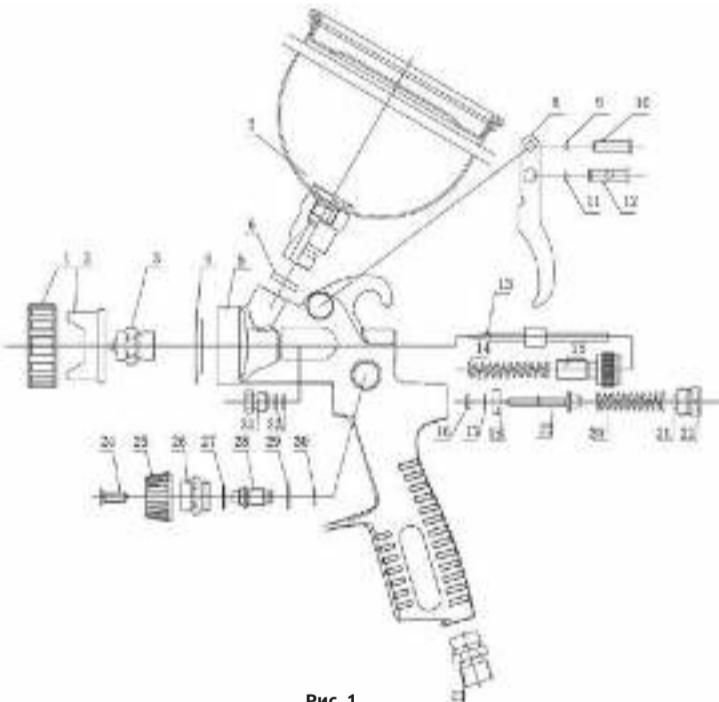

Рис. 1
СХЕМА КРАСКОПУЛЬТА (Рис. 1)
- Для регулировки соотношения подачи воздуха и материала, поверните винт регулировки подачи воздуха (№22, Рис.1) и/или регулятор подачи материала (№15, Рис.1) до нужного положения. Во время работы ни в коем случае не выкручивайте регуляторы полностью.